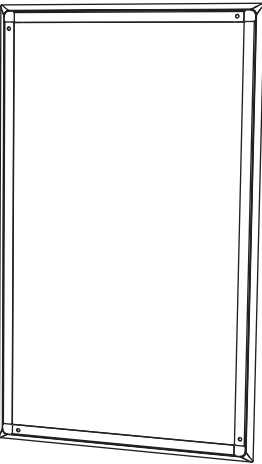

图 3. 已安装的油漆面罩
2. 将油漆面罩压入框架的前部, 在那里它会被磁铁固定到位。这个面具留在原地, 而墙壁和框架环绕被涂漆 (图3)。